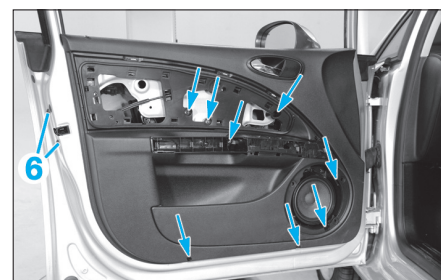
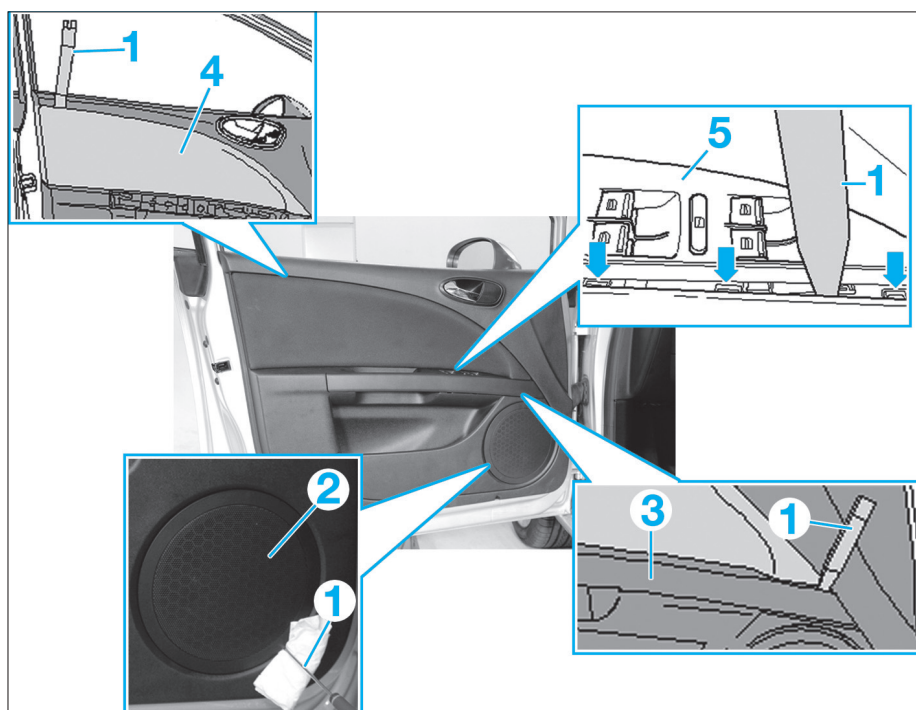

Fig. 58
Fig. 57
- Avec l'aide d'un levier (1) (Fig.57):
- la grille de haut parleur (2),
- l'enjoliveur central (3),
- le revêtement de porte (4),
- la platine de lève-vitres (5).
- Déposer l'ensemble des vis de la garniture de porte (Fig.58).
- Desserrer les vis de fixation de serrure (6).